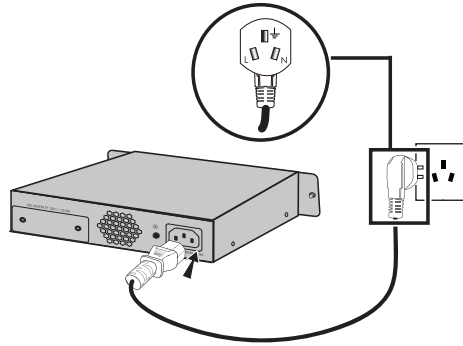

图4-6 RPS150连接电源线示意图
4. 使用RPS150中配送的交流电源线连接RPS150的交流输入接口与电源插座，如图4-6所示。